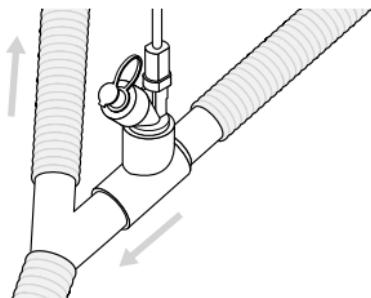

Figure 5. Connexion de l'Aerogen Solo à un circuit respiratoire
1. Pour les **circuits respiratoires de 22 mm pour adultes**, raccorder le nébuliseur muni de la pièce en T pour adultes à la branche inspiratoire du circuit en amont du raccord en Y (figure 5).
Remarque : La figure 5 montre seulement la configuration pour adulte